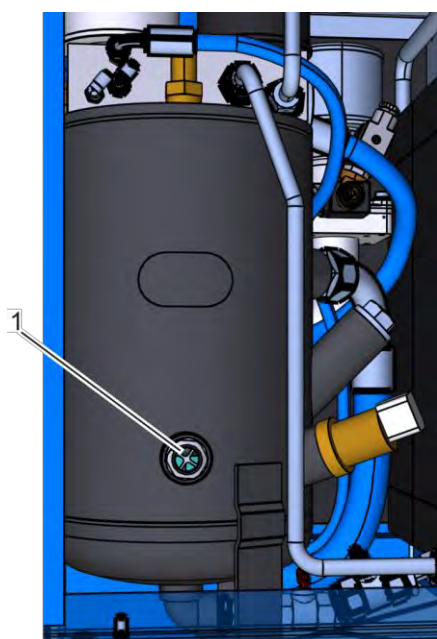

Рис. 27: Смотровое отверстие
3. Убедитесь в том, что смотровое отверстие (Рис. 27/1) полностью смочено.